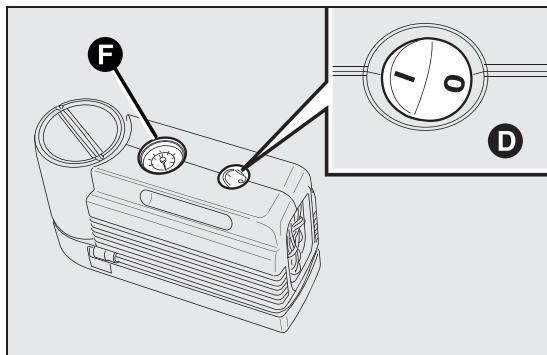
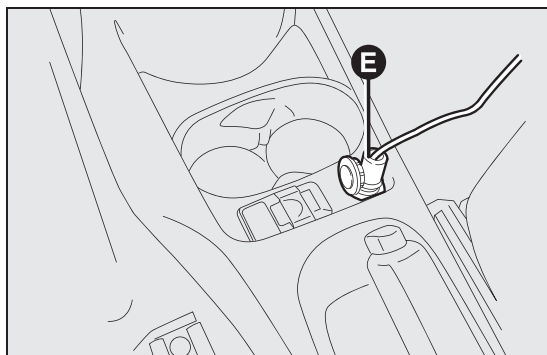

fig. 105
fig. 106
- ☐ controleer of de schakelaar D fig. 105 van de compressor in stand 0 (uitgeschakeld) staat, start de motor, steek de stekker E fig. 106 in de stekkerdoos en schakel de compressor in door schakelaar D fig. 105 in stand I (ingeschakeld) te zetten. Pomp de band op tot de juiste bandenspanning is bereikt (zie de paragraaf "Bandenspanning" in het hoofdstuk "Technische gegevens").
Voor een nauwkeurige aflezing moet de compressor worden uitgeschakeld. Controleer de bandenspanning op de manometer F fig. 105;